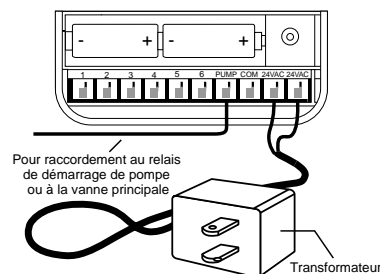

FIGURE 20: Raccordement du relais de démarrage de pompe, de la vanne principale et du transformateur
- Branchez le transformateur sur le secteur [voir la figure 20].